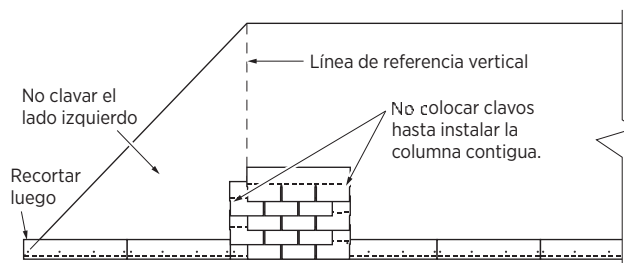

Figura 9-5: Instalación escalonada en columna simple
### B. Instalación del bastidor de una columna (Figura 9-5)
4. Instale la primera teja de las hileras posteriores alternando el patrón de la segunda y la tercera hileras. Para las hileras pares, superponga la línea de referencia vertical por la mitad de la lengüeta y omita el clavo del extremo izquierdo. Para las hileras impares, coloque la teja al ras con la línea y omita el clavo del extremo derecho (Figura 9-5).